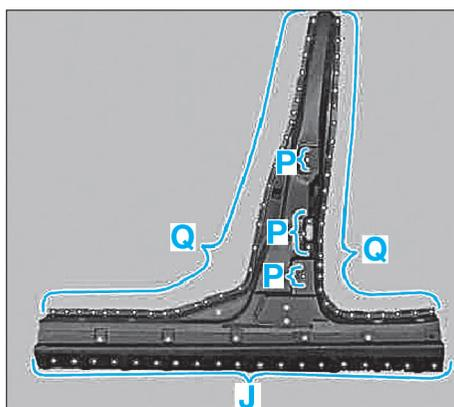

FIG. 65
- sur le pied milieu zone (P), (Q) et (J) (Fig.65).